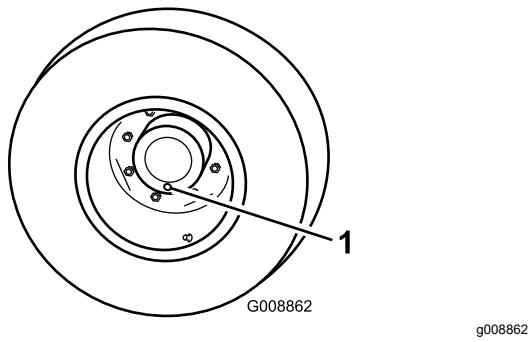

Рисунок 54
- Установив машину на ровную поверхность, расположите колесо так, чтобы контрольная пробка находилась в самом нижнем положении («6 часов») (Рисунок 54).